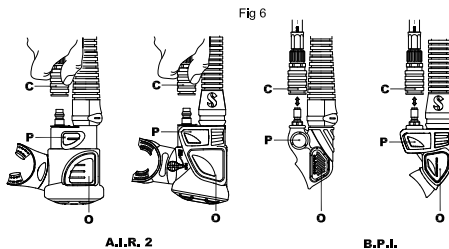

fig. 6
Cuplarea conexiunii de decuplare rapida (fig. 6 - C):
Pentru a umfla vesta apasati butonul de admisie a inflatorului (fig. 6-P). Aerul ar trebui sa intre in vesta. Pentru un control mai bun asupra umflarii vestei folositi jeturi scurte de aer prin apasarea si eliberarea butonului de admisie.
2. Continuatii sa expirati in mustiuc apasand totodata butonul de evacuare al inflatorului (fig. 6 - O).